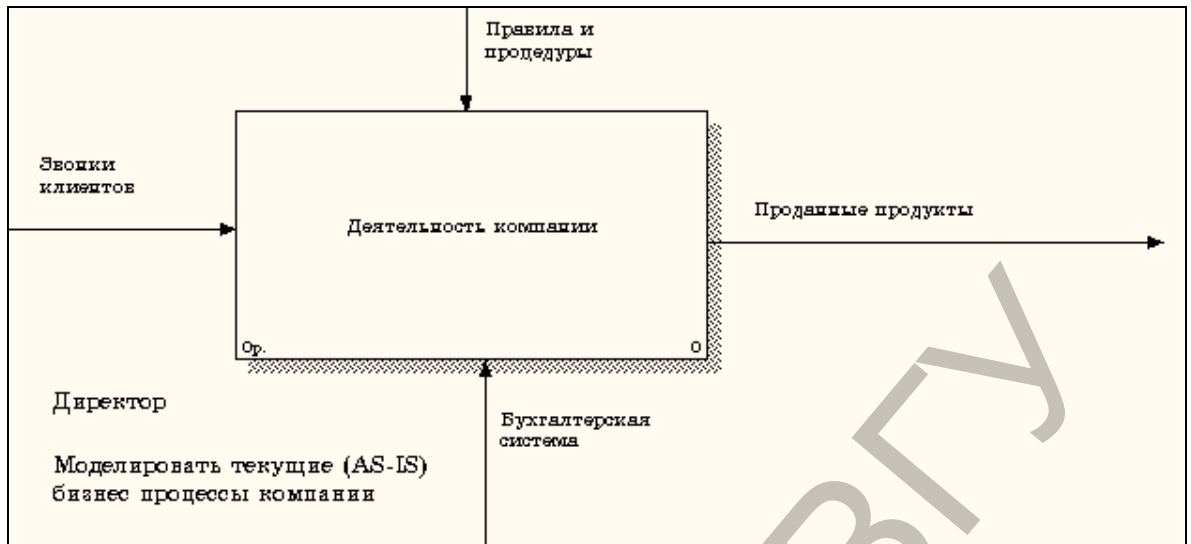

Рисунок 11
13. С помощью кнопки **T** внесите текст в поле диаграммы – точку зрения и цель (рисунок 11).